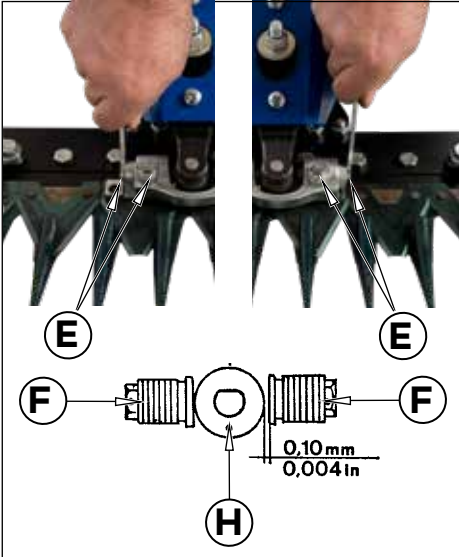

Fig. 5 - Bıçak kafasının ayarlanması (Muhafaza üzerindeki çıkartmaya bakın)
2) BİÇAK KAFALARININ AYARLANMASI (Fig. 5)